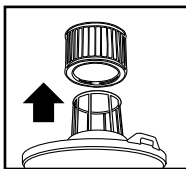

FIGURA 8
15. Deslice el filtro de cartucho para sacarlo del alojamiento de la tapa. **FIGURA 8.**